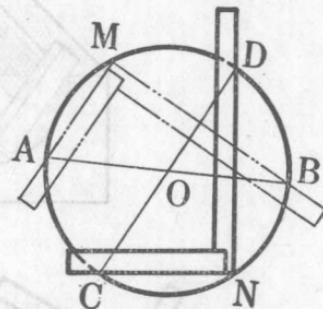

图 7-3
(1) 把角尺的直角顶点紧靠圆形工件的边缘  $M$  (图 7-3)，角尺的两边与工件边缘交于  $A$ 、 $B$  两点，划直线  $AB$ ；
(2) 把角尺换一位置，按上面方法划直线  $CD$ ，则  $CD$  与  $AB$  的交点  $O$  就是所要定的圆心。
顶点在圆周上，两边和圆周相交的角（图 7-3 中的  $\angle AMB$ 、 $\angle CND$ ）叫做圆周角。我们已经知道，半圆上任一点和直径两端点连线的夹角是直角\*，也就是说：直径所对的圆周角是直角。反过来也有：圆周角是直角时，它所对的弦就是直径。因此图 7-3 中的  $AB$ 、 $CD$  都是这圆的直径， $O$  点就是所要定的圆心。